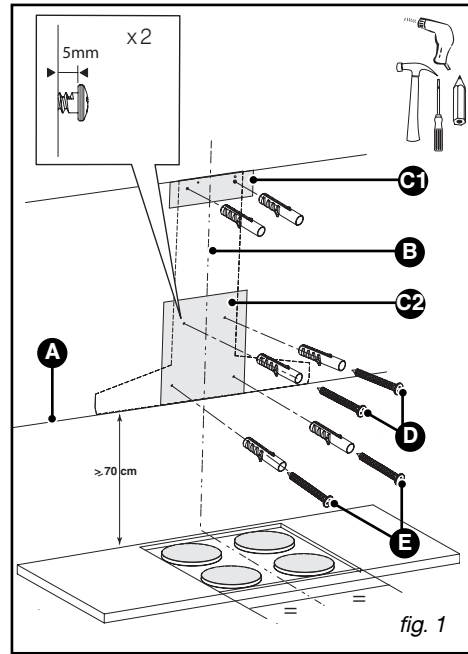

fig. 1
– Aperte os dois parafusos da parte de cima do exaustor (D/fig.1), deixando 5 mm por aparafusar.